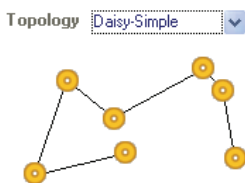

图 13-16 任意起点连线最短方式
(4) Daisy-Simple——任意起点连线最短方式，如图 13-16 所示。该方式需要指定起点和终点，其含义是在起点和终点之间连通网络上的各个节点，并且使连线最短。如果设计者没有指定起点和终点，此方式和“Shortest”方式生成的飞线是相同的。